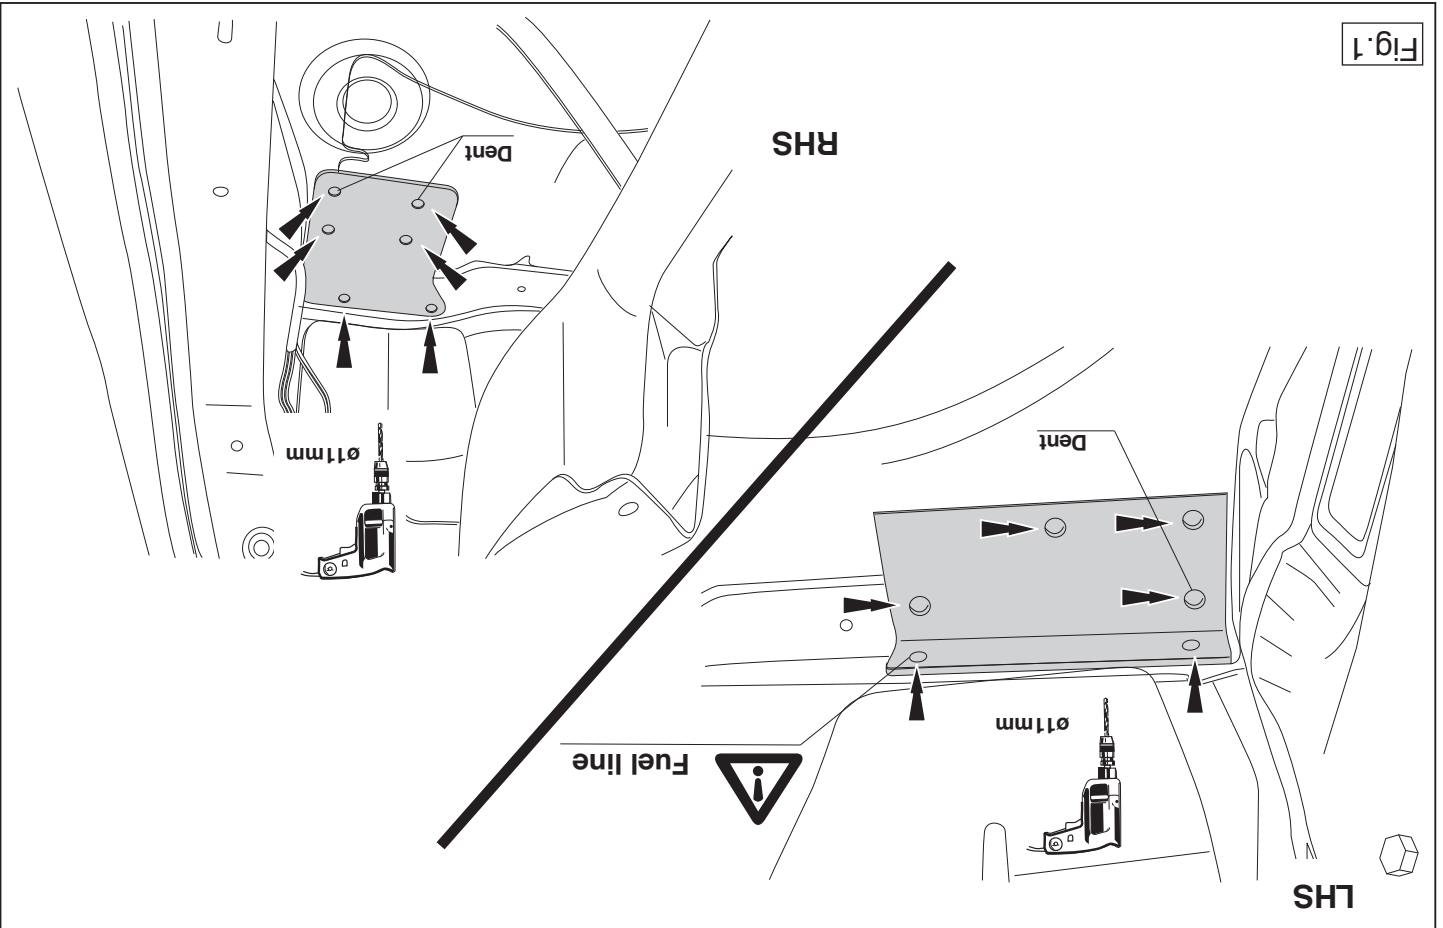

Fig.1
5. Drill holes C,D and E to 11 mm see figure 1 **Do not drill through the fuelline.**
5. Die Löcher C, D und E etwa 11 mm durchbohren (siehe Abb. 1). Vor dem Bohren prüfen, daß kein Brennstoffleitung beschädigt werden können.
- Percer les trous C, D et E de 11 mm voir la figure 1. **Veiller en perçant à ne pas endommager le conduit de carburant.**
- Просверлить отверстия C, D и E до получения диаметра 11 мм (см. рис. 1). **При сверлении следите за тем, чтобы не задеть электропроводку и линии тормозной цепи и подачи горячего.**